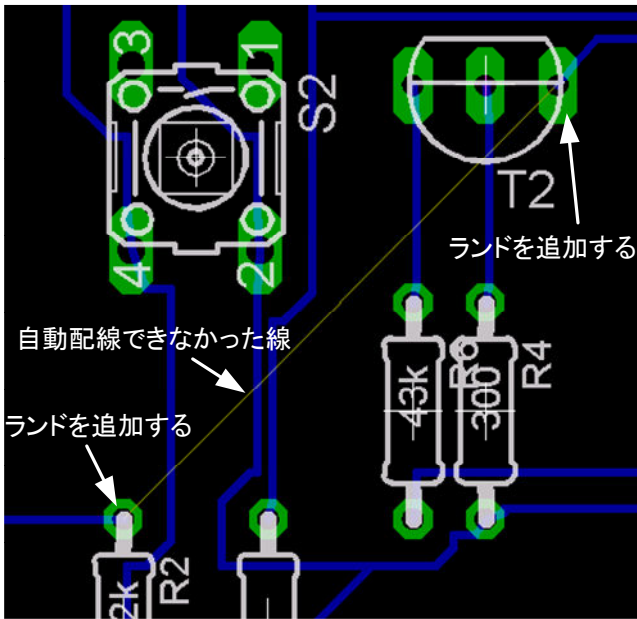
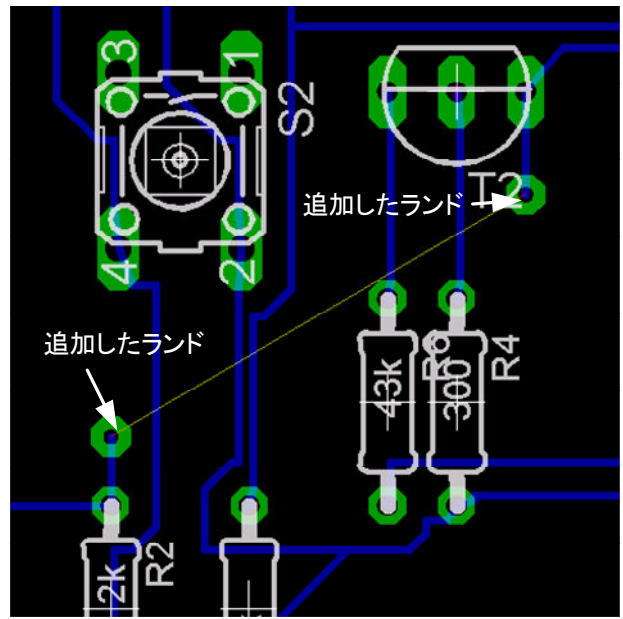

図4-23
図4-24
(10)配置をし直して何度かチャレンジしても自動配線だけでは配線できない場合は、手動によりジャンパ線を配置します。ジャンパ線とは別途線をつないで配線することを意味します。図4-23の状態ではジャンパ線をつなぐ場所がないため、図4-24のようにジャンパ線のためのランド(はんだ付けをする箇所)を作る方法を説明します。